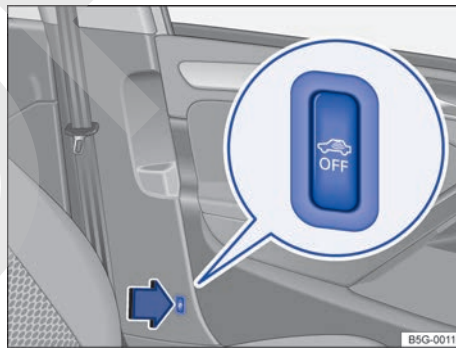

Fig. 61 Junto al asiento del conductor: tecla para desconectar la vigilancia del habitáculo y el sistema antirremolcado. ▶
Para poder desconectarlos tiene que estar encendido el testigo de control de la tecla  → **fig. 61**. Para que se encienda el testigo de control, desconecte el encendido → **pág. 149** y abra la puerta del conductor.
- Pulse la tecla  → **fig. 61**. En la tecla se enciende un testigo de control amarillo hasta que se bloquee el vehículo.
Si se desconectaron la vigilancia del habitáculo y el sistema antirremolcado pulsando la tecla  → **fig. 61**, se pueden volver a conectar pulsando de nuevo la tecla . El testigo de control amarillo se apaga.